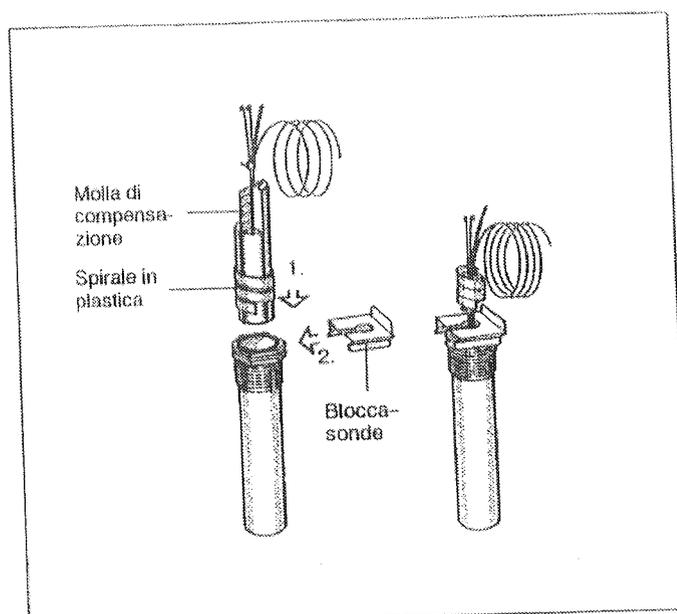

Fig. 16: Guaina d'immersione e sonda della temperatura
- Inserire le sonde di temperatura nella guaina d'immersione fino all'arresto. La spirale in plastica arretra automaticamente. Anche la molla di compensazione deve essere spinta nella guaina d'immersione (Fig. 16).
- Premere il blocca sonde (fornito a corredo dell'apparecchio di regolazione) lateralmente o dall'alto sulla testa della guaina d'immersione (Fig. 16).